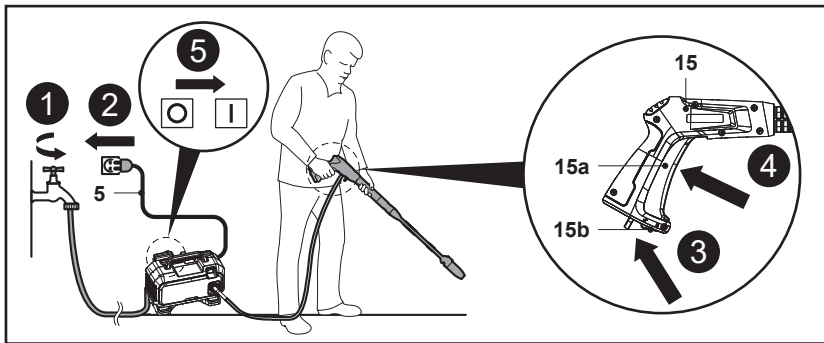

Fig. 11
1. Abra el grifo para que el agua fluya hacia la bomba (Fig. 11, paso 1).
2. Conecte el cable de alimentación (5) a la fuente de alimentación y asegúrese de que el interruptor de encendido/apagado (3) está en la posición de apagado (Fig. 11, paso 2).
3. Tire del bloqueo del gatillo (15b) situado en la parte inferior de la pistola pulverizadora (15) para desbloquear el gatillo de la pistola pulverizadora (15a) (Fig. 11, paso 3).
4. Presione completamente el gatillo (15a) hasta que salga un flujo constante de agua para eliminar el aire de la máquina y de la manguera de suministro de agua (Fig. 11, paso 4). A continuación, suelte el gatillo de la pistola pulverizadora (15a).
5. Encienda la máquina pulsando el interruptor de encendido/apagado (3) en la posición "I" (Fig. 11, paso 5).